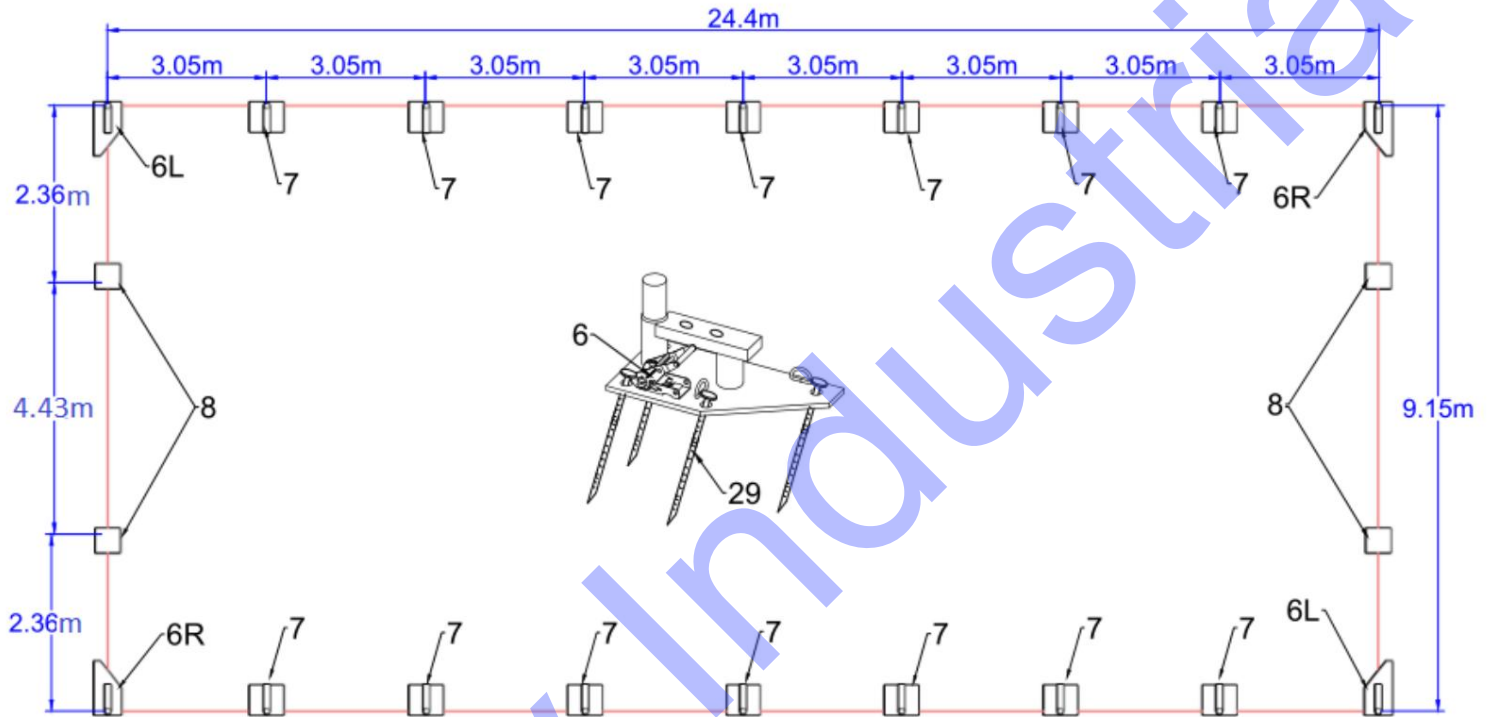

Figure 2 : Placement des fondations
Veuillez vous référer au schéma (Figure 2) pour placer les plaques de base :
2. Comme le montre la figure 2, chaque plaque de base est équipée de 4 piquets.